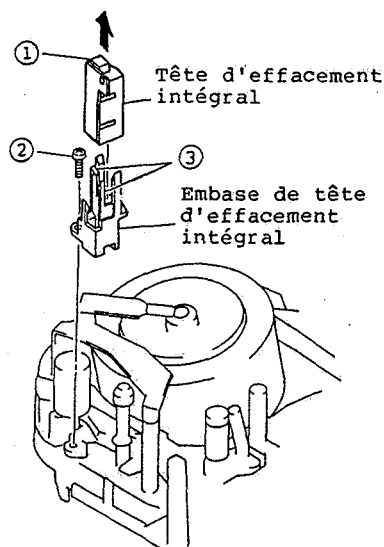

Fig. 2-58
1. Débrancher le connecteur CN403. (Se reporter à la figure 2-58)
2. Retirer la (1) vis de fixation immobilisant la tête d'effacement intégral (FE) et déposer celle-ci en agissant dans la direction indiquée par la flèche.